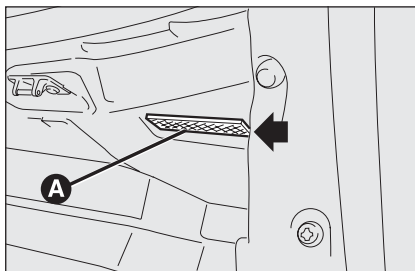
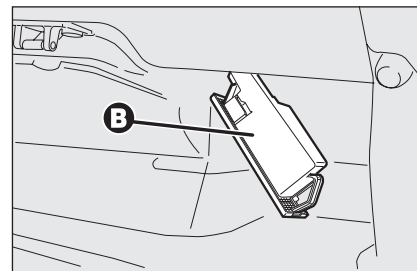

fig. 48
fig. 49
- ❑ estrarre la plafoniera **A-fig. 48** facendo leva nel punto indicato dalla freccia;
- ❑ sollevare la protezione **B-fig. 49** e sostituire la lampada inserita a pressione;
- ❑ richiudere la protezione **B-fig. 49** sulla plafoniera **A-fig. 48**;